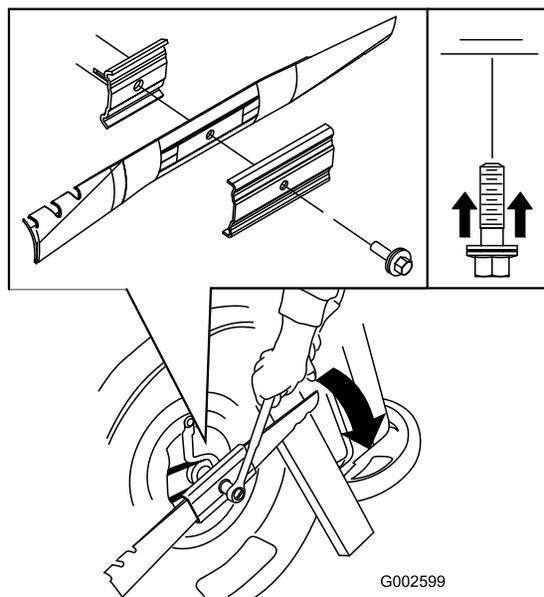

Figura 40
5. Montate la lama nuova (ruotate il bullone della lama in senso orario) e tutti gli elementi di fissaggio (Figura 40).